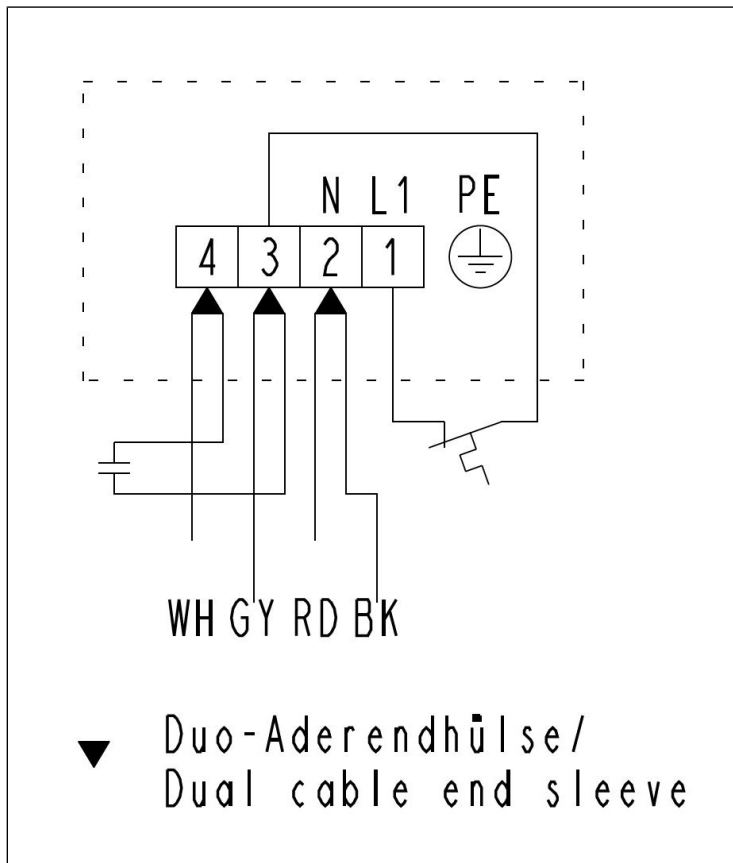

Abb.6: Elektrische Verschaltung der .16-Ausführung
4. Schließen Sie das Netzkabel an den Anschlüssen L 1 und N der Lüsterklemmen an (siehe Abb. 6).